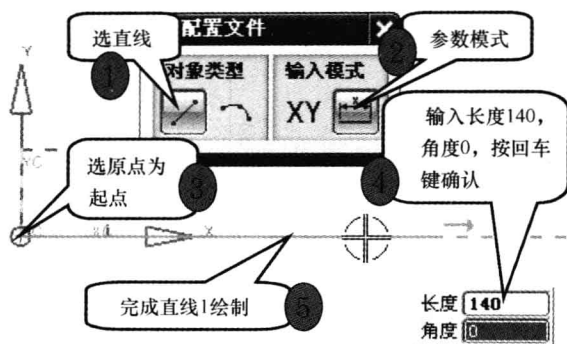

图 1-7 绘制直线 1
(4) 草图系统自动开启【配置文件】命令，打开配置文件对话框，在对话框中选择对象类型为【直线】，输入模式为【参数模式】，选择【坐标系原点】为直线起点，在长度框中输入【140】，在角度框中输入【0】，按 <Enter> 完成直线 1 绘制，如图 1-7 所示。